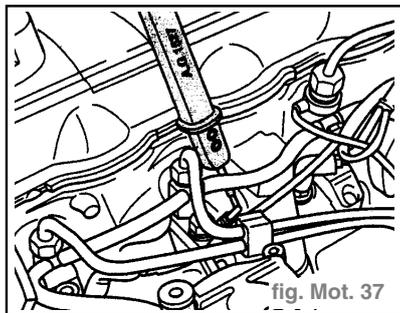

fig. Mot. 37
- À l'aide des pinces auxiliaires du jeu d'adaptateurs de métrologie, raccorder le câble de la lampe-témoin à diodes à la borne positive de la batterie. (fig. Mot. 37)